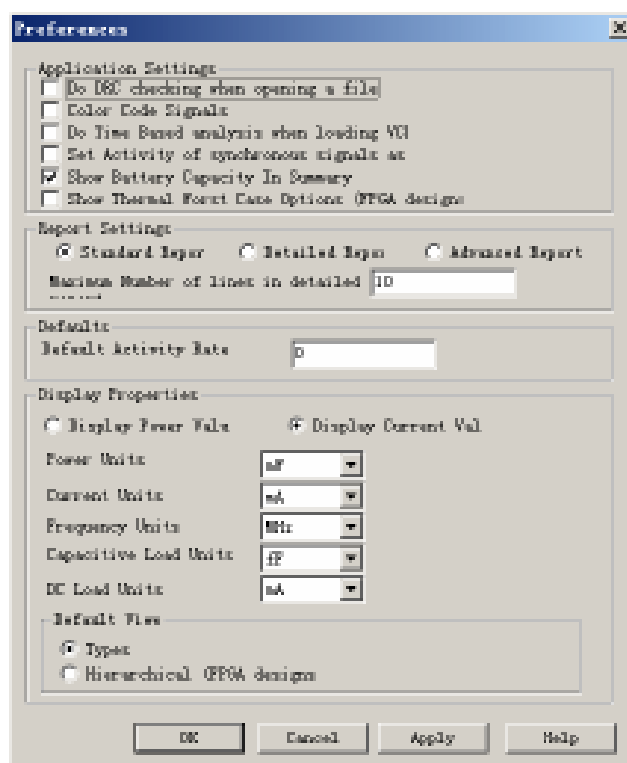

图7-2 【Preferences】对话框
- 编辑（Edit）菜单包含了撤销（Undo）、重做（Redo）、查找（Find）和用户设置（Preferences）等命令。当选择【Edit】/【Preferences】命令时，将打开【Preferences】对话框，如图 7-2 所示。